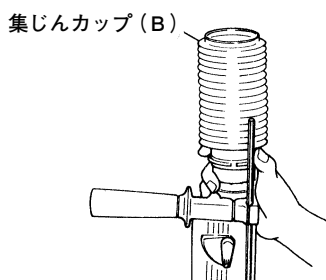

図 15
集じんカップ (B) を使用する場合は、ドリルビットをチャックに取付けた後、集じんカップ (B) を図 15 のように先端から押し込んでください。